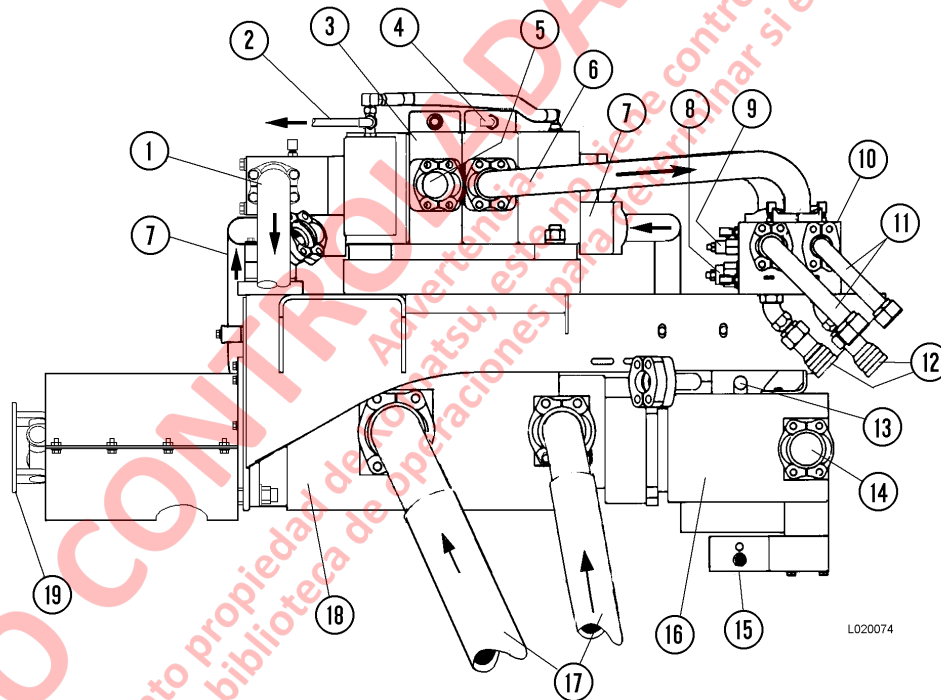

FIGURA 2-1. MÓDULO DE LA BOMBA HIDRÁULICA
Las bombas hidráulicas (16) y (18, Figura 2-1) están montadas en una estructura modular detrás del alternador de tracción. El módulo de la bomba también contiene la válvula de levante operada por piloto (3), que controla la operación de los cilindros de elevación durante las operaciones de descarga de la tolva. El múltiple de sobrecentro (10) contiene las válvulas internas (8) y (9), que aseguran una operación fluida y la máxima vida útil de los cilindros de levante.
El aceite hidráulico se suministra desde el tanque a una bomba del circuito de levante tipo engranaje (18, Figura 2-1) con una capacidad nominal de 931 l/min (246 gpm) a 1900 RPM y 17 200 kPa (2500 psi). El aceite de los puertos de salida de la bomba se dirige a los filtros de alta presión (4, Figura 2-2) y luego entra a la válvula de levante.
El aceite hidráulico del tanque se suministra a una bomba de pistones de presión compensada del circuito de dirección y frenos (8, Figura 2-3), con una capacidad nominal de 250 l/min (66 gpm) a 1900 RPM a 17 200 kPa (2500 psi). La válvula de descarga (15, Figura 2-1) mantiene la presión del sistema entre 18 960 kPa (2750 psi) y 20 860 kPa (3025 psi)